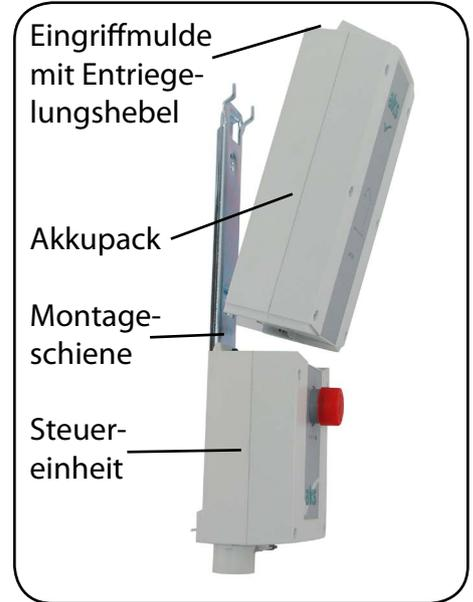

Abb. 8.6.04 - Akkupack
2. Greifen Sie von oben in die Griffmulde am Akkupack und ziehen Sie mit den Fingern den Entriegelungshebel nach oben (Abbildung 8.6.04).
3. Kippen Sie gleichzeitig das Akkupack ein Stück von der Montageschiene weg und anschließend nach oben aus der Halterung (Abbildung 8.6.04).
2. Greifen Sie von oben in die Griffmulde am Akkupack und ziehen Sie mit den Fingern den Entriegelungshebel nach oben (Abbildung 8.6.04)